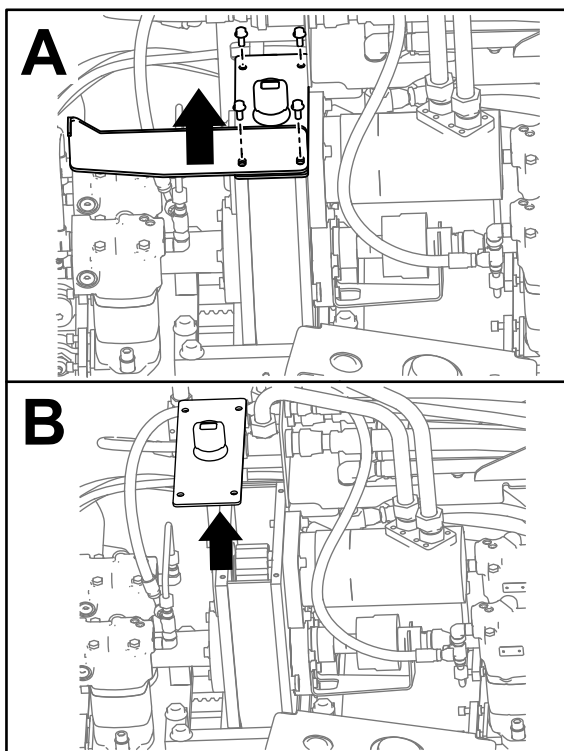

Figura 135
3. Remova os 4 parafusos da chapa de proteção e da caixa de transmissão (Caixa A da Figura 135).
4. Remova a chapa de proteção (Caixa A da Figura 135).
5. Remova a tampa da caixa de transmissão e remova o óleo por sifonamento (Caixa B de Figura 135).
9. Instale novamente a proteção com os 2 parafusos (Caixa A de Figura 135).
10. Instale os outros 2 parafusos, fixando a tampa na caixa de transmissão (Caixa A de Figura 135).